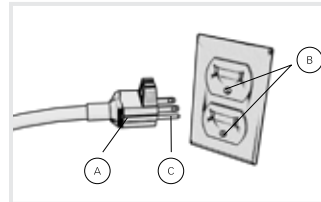
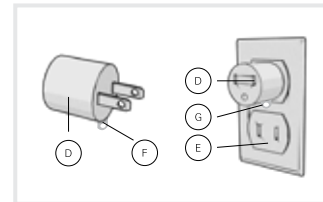

Fig. 1
Fig. 2
AVERTISSEMENT: Une connexion incorrecte du conducteur de mise à la terre peut engendrer des risques de choc électrique. Consulter un électricien qualifié ou un technicien spécialisé en cas d'incertitude concernant la mise à la terre correcte de la prise. Ne jamais modifier la che fournie avec l'appareil. Si elle n'est pas compatible avec la prise murale, demander à un électricien qualifié d'installer une prise appropriée. Cet appareil doit être utilisé sur un circuit à tension nominale de 120 volts et est équipé d'une che de mise à la terre (A) semblable à celle illustrée à la Fig. 1. Un adaptateur temporaire (D) peut être utilisé pour brancher cette che à une prise bipolaire (E) si une prise adéquatement mise à la terre n'est pas accessible (Fig. 2). L'adaptateur temporaire ne doit être utilisé que jusqu'à ce qu'une prise adéquatement mise à la terre (B) soit installée par un électricien qualifié (Fig. 1). La patte rigide ou le taquet de couleur verte ou autre élément semblable (F) lié à l'adaptateur doit être branché à une masse permanente (G) comme un couvercle de boîte à prises adéquatement mis à la terre (Fig. 2). Chaque fois qu'un adaptateur est utilisé, il doit être maintenu en place par une vis en métal.